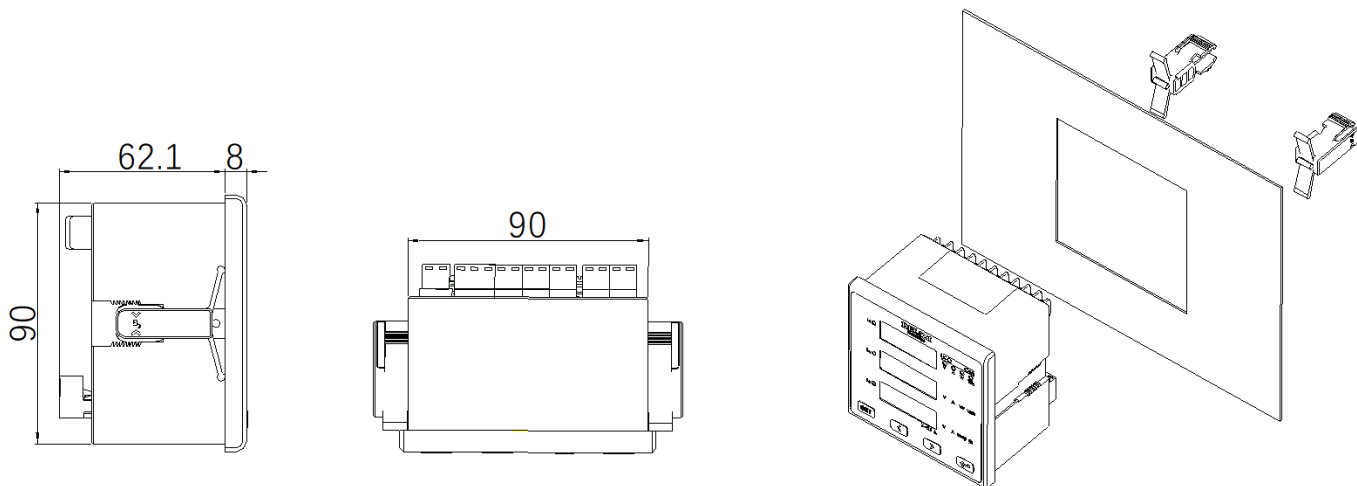

图 1
4.1 96×96 表型，面框尺寸(mm)：96×96 开孔尺寸(mm)：91×91 进柜体深度(mm)：63（见图 1）